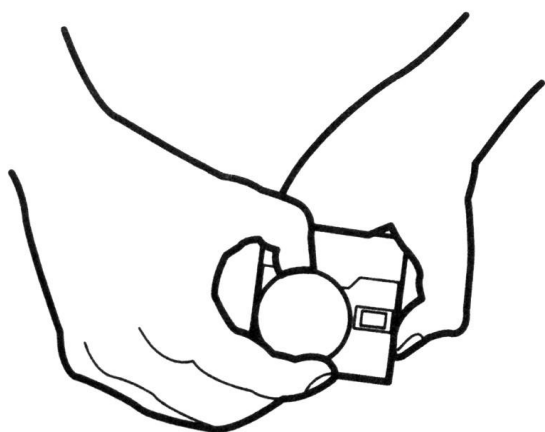

Fig.3
Pentru blocarea plăcii de valori a temperaturilor dorite scoateți butonul de reglare (Fig.3) și introduceți pini (6) prin fixarea lor pe partea interioară a butonului de reglare.